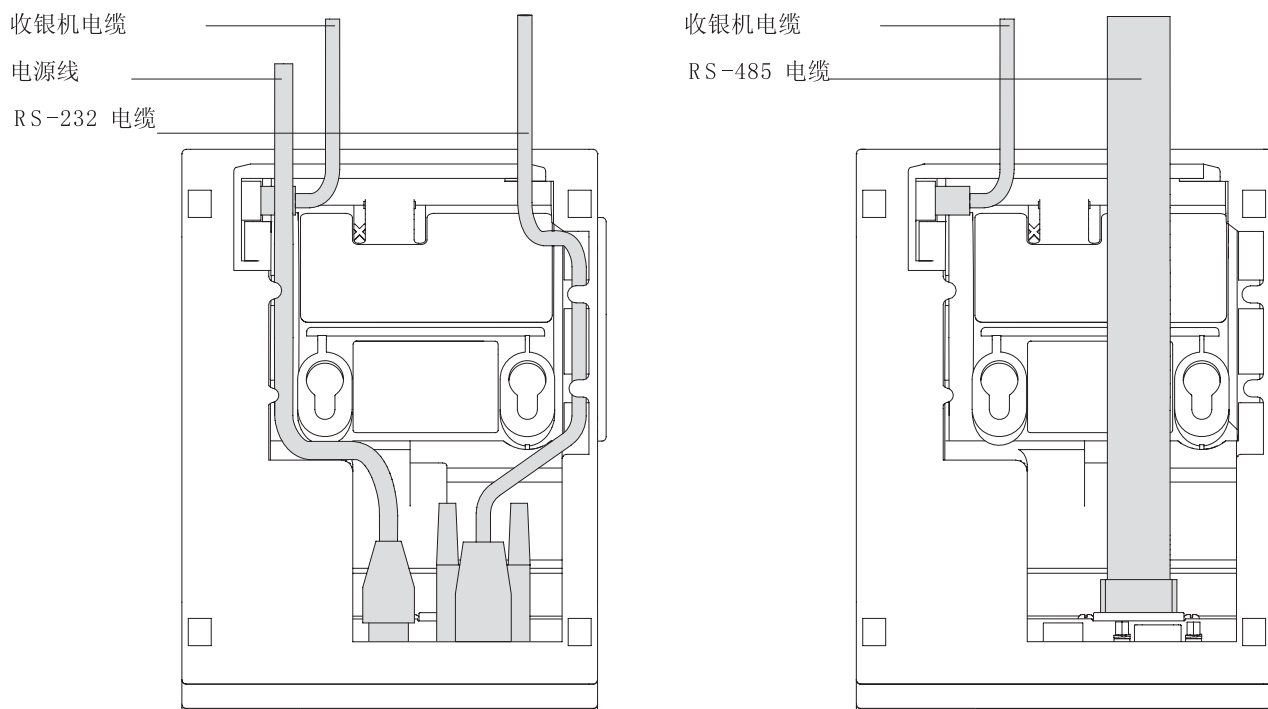

图 7. 单站 SureMark 打印机的 EIA-232 和 RS-485 电缆布线
5. 对于单站打印机, 请如第 16 页的图 7 所示对所有电源线和电缆进行布线。